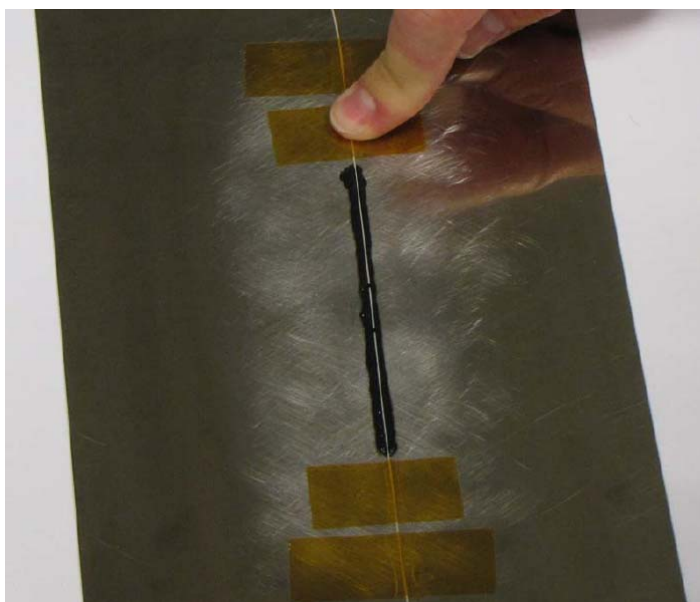

図 2.5 : 接着テープを接着ポイントの末端にさらに 2 枚貼付する
1. 接着テープをさらに 2 枚用意して計測用光ファイバを接着ポイントの末端部に直接固定します (図 2.5)。